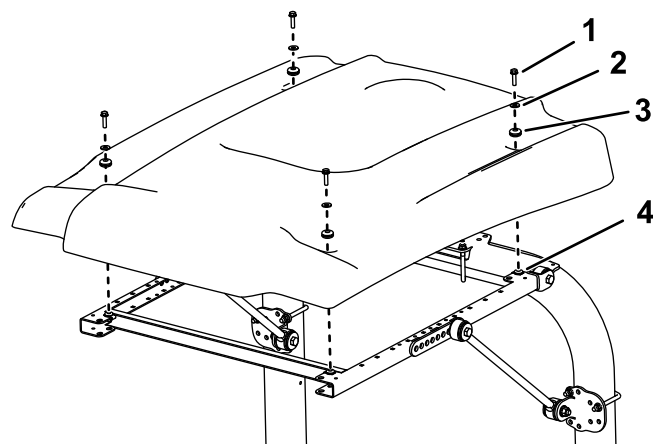

Figure 14
16. Lors de l'alignement des trous de fixation, positionnez le pare-soleil sur le cadre comme montré à la Figure 14.
17. Fixez légèrement chaque coin du pare-soleil au cadre avec un boulon à embase (5/16" x 1 1/4"), une petite rondelle et une bague (Figure 14).